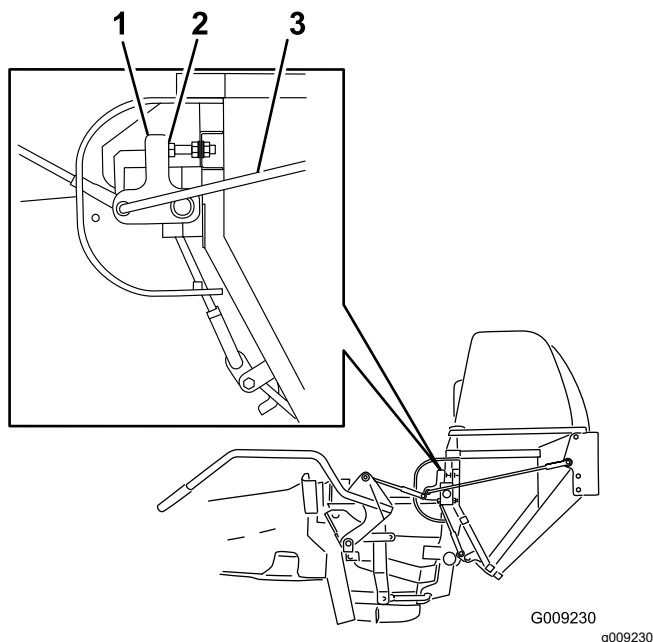

Figura 46
3. Fermez la trappe, desserrez les écrous et ajustez les boulons d'arrêt de sorte que le bras de contact soit droit et vertical (**Figura 46**).
4. Réglez la longueur des biellettes d'articulation pour assurer la fermeture complète de la trappe et à exercer une force raisonnable sur la poignée (**Figura 46**).